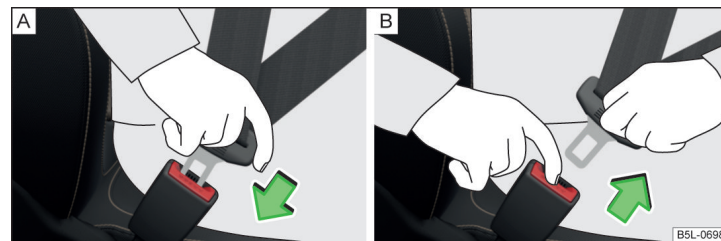

Fig. 18 Fixarea sau desfacerea centurii de siguranță
- Introduceți clema de fixare în catarama aferentă a centurii de siguranță » fig. 18 - **A** până când se fixează cu un clic.
- Prindeți de limba centurii și apăsați butonul roșu de pe catarama centurii » fig. 18 - **B**, limba centurii sare afară.